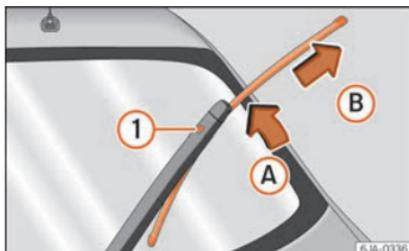

Fig. 71 Spazzola del tergilunotto.
- Rimuovere il braccio del tergilunotto dal cristallo spostando leggermente la spazzola nel senso del braccio - freccia (A) »» fig. 71.
- Con l'altra mano sbloccare la sicurezza ① ed estrarre la spazzola nel senso della freccia (B).